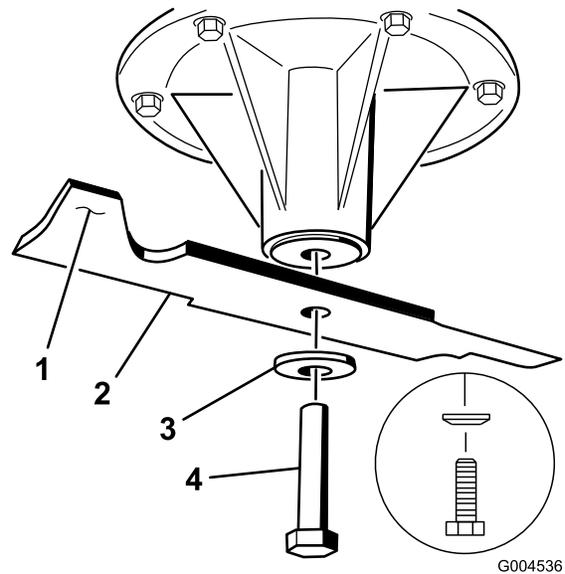

Figura 76
1. Instale la cuchilla en el eje (Figura 76).
2. Instale la arandela de muelle y el perno de la cuchilla. El cono de la arandela de muelle debe estar orientado hacia la cabeza del perno (Figura 76). Apriete el perno de la cuchilla a 115–150 Nm (85–110 pies-libra).